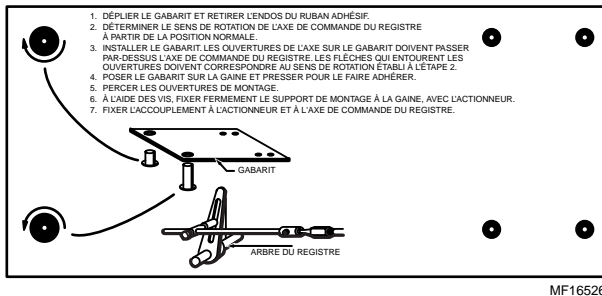

Fig. 5. Gabarit de support 14002906-001 (utiliser les ouvertures «B»).
2. Marquer les ouvertures en utilisant le gabarit fourni avec l'actionneur (Fig. 5).